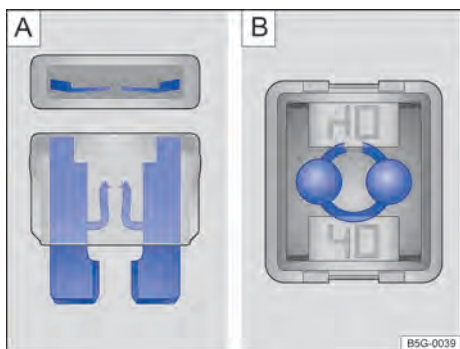

Fig. 138
- Um *fusível plano* (ATO®, MINI®) queimado é reconhecido de cima ou de lado pela carcaça transparente nas faixas metálicas derretidas → Fig. 138 [A].
- Um *fusível de bloqueio* (JCASE®) queimado é reconhecido pelas faixas metálicas derretidas por cima da carcaça transparente → Fig. 138 [B].